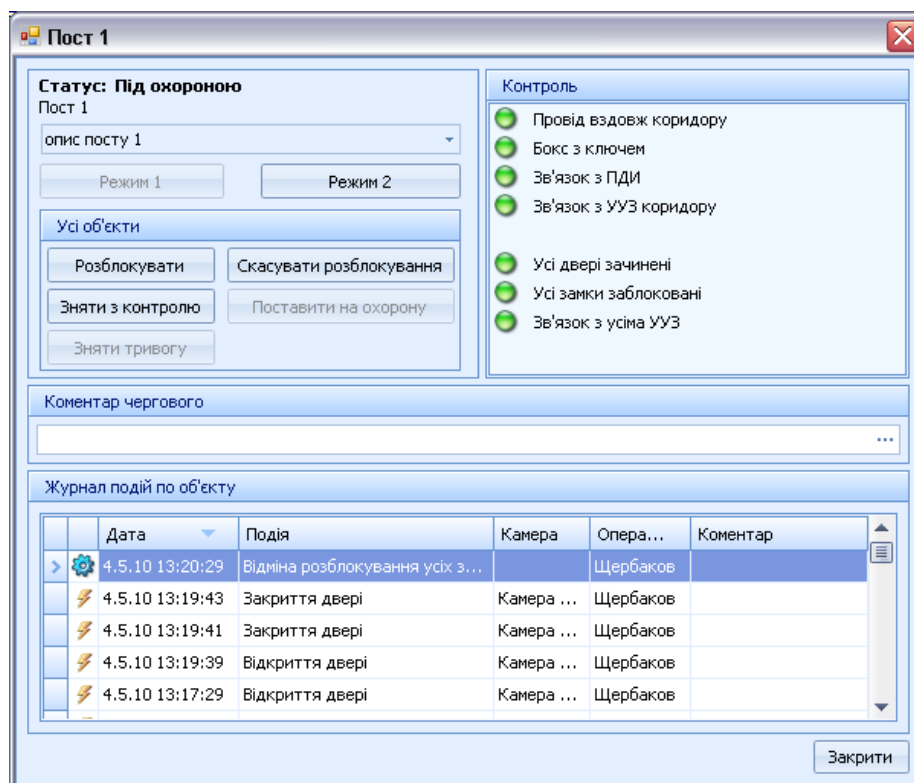

Рисунок 19: Рабочее окно поста (группы объектов)
7.5.1. Для управления группой объектов, оборудованных замками, при щелчке ЛКМ на кнопке-индикаторе «Пост» открывается окно, показанное на рис. 19.